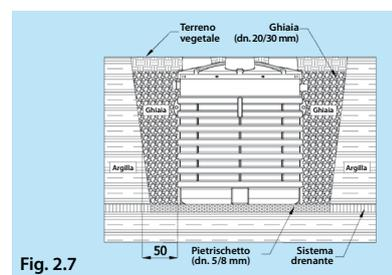

Fig. 2.7
**Fig. 2.7** - L'interro in aree interessate da **substrato argilloso** rappresenta un'altra **condizione gravosa** per un serbatoio di accumulo. Anche in questo caso si raccomanda una **relazione geotecnica** approfondita redatta da un **professionista specializzato**. A seconda dei risultati dell'indagine, il tecnico incaricato definisce il livello di spinta del terreno (**elevato in presenza di terreno argilloso**) e dimensiona al meglio il rinfiango. In particolare, il fondo dello scavo deve essere ricoperto da un letto di pietrischetto o ghiaia fine (diametro **5/8 mm**) e lateralmente la vasca deve essere rinfiangata con della ghiaia (diametro **20/30 mm**). Il riempimento del serbatoio ed il rinfiango devono essere sempre effettuati in modo graduale come specificato precedentemente (Vedi par. 2.1). Sul fondo dello scavo si consiglia anche l'installazione di un **sistema drenante**.